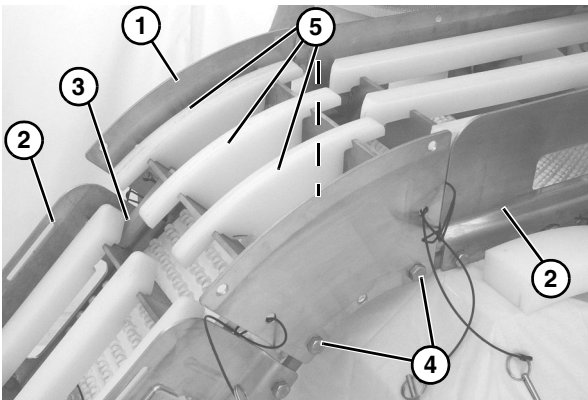

**Figura 5**
3. Conecte las secciones del bastidor atornillando los conectores hexagonales entre (**Figura 5, ítem 1**) las secciones del bastidor.